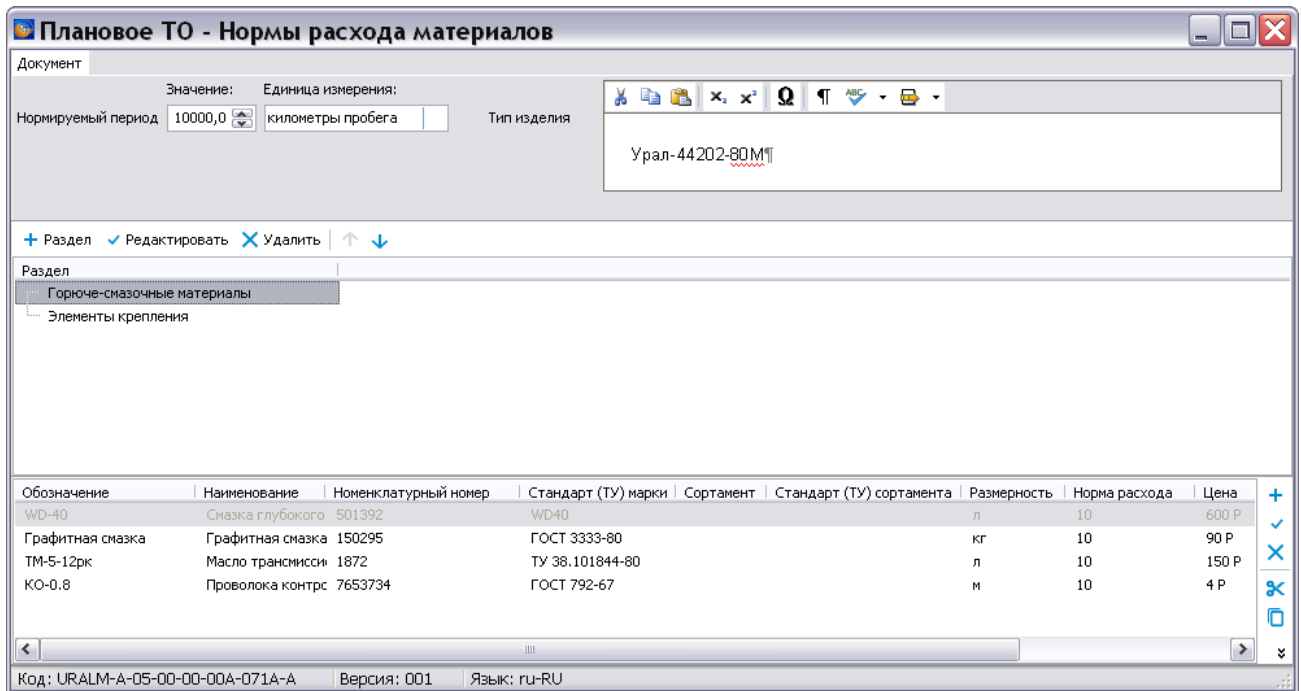

Рисунок 660
5) Введите параметры всех материалов, относящихся к определенным **разделам/подразделам** (рисунок 660).